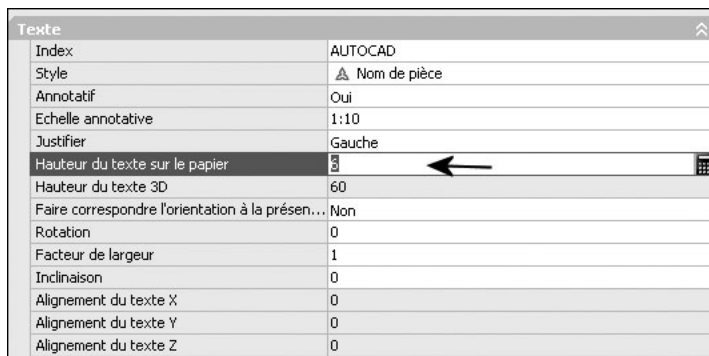

Fig.13.6
- 3 Dans la palette **Propriétés**, sous **Hauteur du texte sur le papier** (Paper Text Height), entrez une nouvelle valeur (fig.13.6).